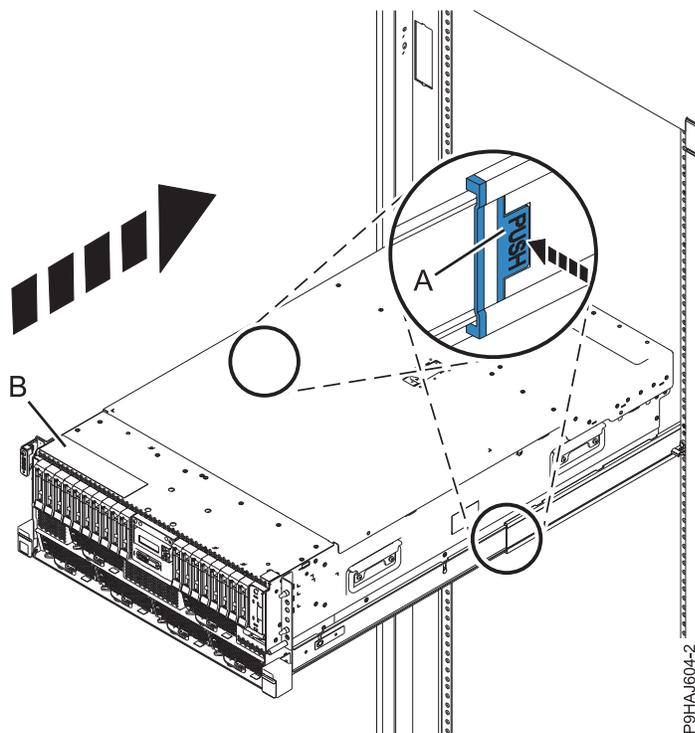

Figura 39. Colocar o sistema na posição de funcionamento
2. Para um sistema montado em bastidor, solte as patilhas azuis de segurança (A) conforme apresentado na Figura 39 na página 56 ao as empurrar para dentro. Certifique-se de que os braços de gestão de cabos se podem movimentar livremente. Certifique-se de que os cabos na parte posterior do sistema não ficam presos, nem entrelaçados, ao colocar a unidade de sistema na posição de funcionamento.